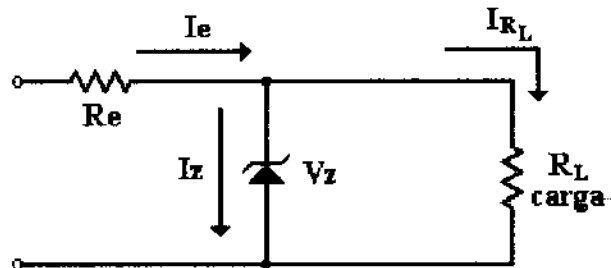

Figura 1.6
- 4.- En el circuito de la figura 1.6 encuentre el valor máximo y mínimo de voltaje de entrada que nos permita mantener al zener funcionando en condiciones optimas de operación.